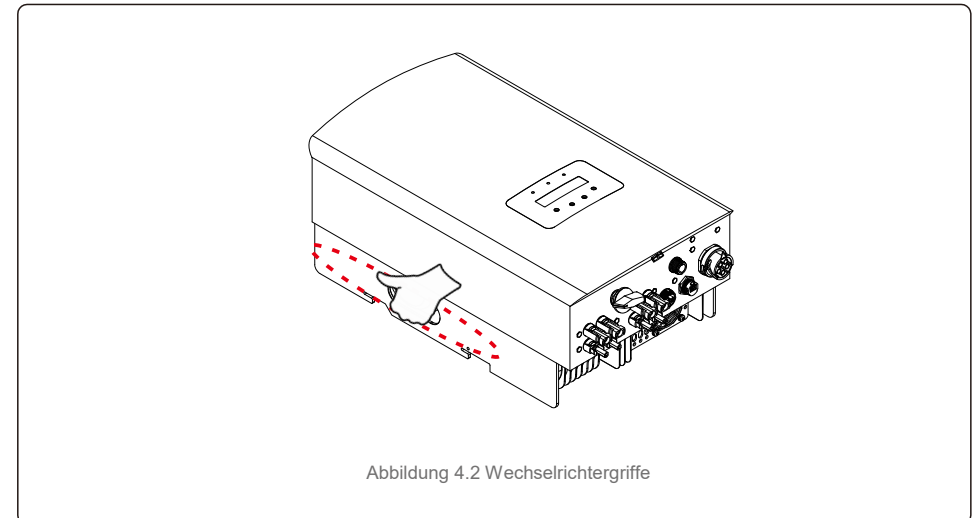

Abbildung 4.2 Wechselrichtergriffe
2. Öffnen Sie den Karton und führen Sie beide Seiten des Wechselrichters durch den mit der gestrichelten Linie gekennzeichneten Bereich. (siehe Abbildung 4.2).